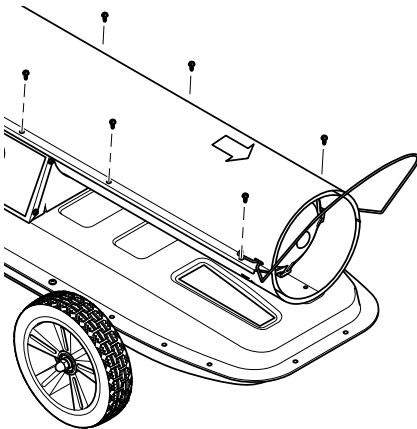

Figura 5 - Desmontaje de la cubierta superior
1. Retire los 8 tornillos ubicados a lo largo del calentador con un destornillador para tuercas de 5/16". Estos tornillos mantienen unidas la cubierta superior y la inferior (consulte la figura 5).
1. Extraiga la cubierta superior (consulte la figura 5).
1. Desmunte la cubierta superior (consulte las figura 5, página 31).